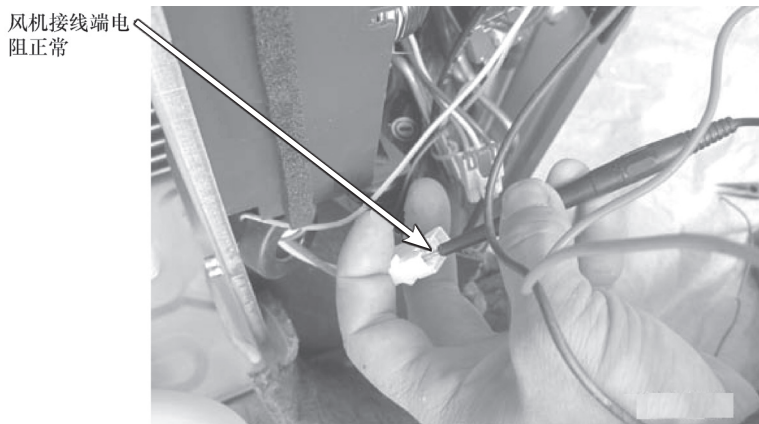

图 6-11 测试风机接线
4) 断电, 拔下风机插头, 用万用表电阻档测量风机阻值正常, 如图 6-11 所示, 用手拨动风机扇叶转动灵活, 判断风机不运行是由于室外机主板无供电引起的。